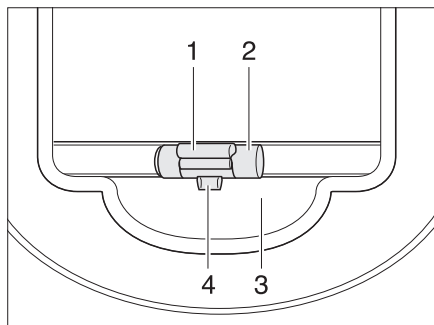

Fig. 24 Persiana oscurecedora enrollable
- Tirar del asidero (Fig. 24,2) de la persiana oscurecedora enrollable hacia abajo y dejar que engatille.
- Tirar del asidero (Fig. 24,2) de la persiana oscurecedora enrollable ligeramente hacia abajo y presionar el listón de desbloqueo (Fig. 24,1) hacia fuera. El bloqueo (Fig. 24,4) se libera del alojamiento (Fig. 24,3).